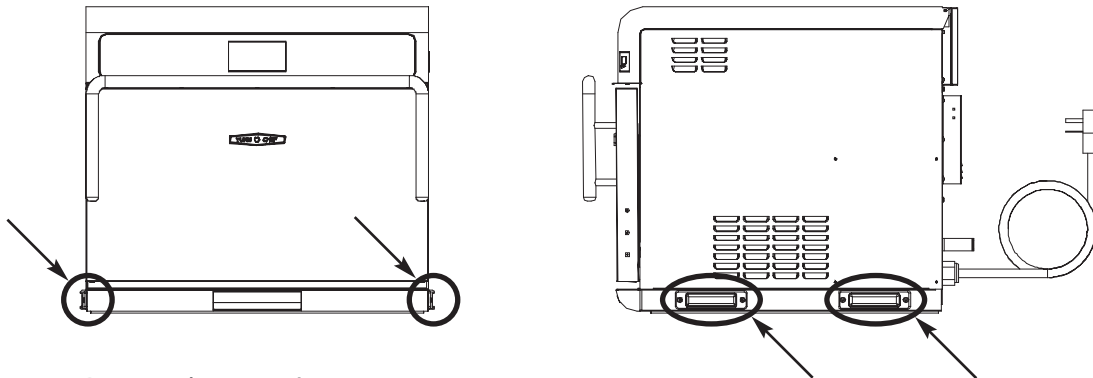

Figure 2 : Position des poignées
2. Glissez les mains dans les poignées (Figure 2) et soulevez.